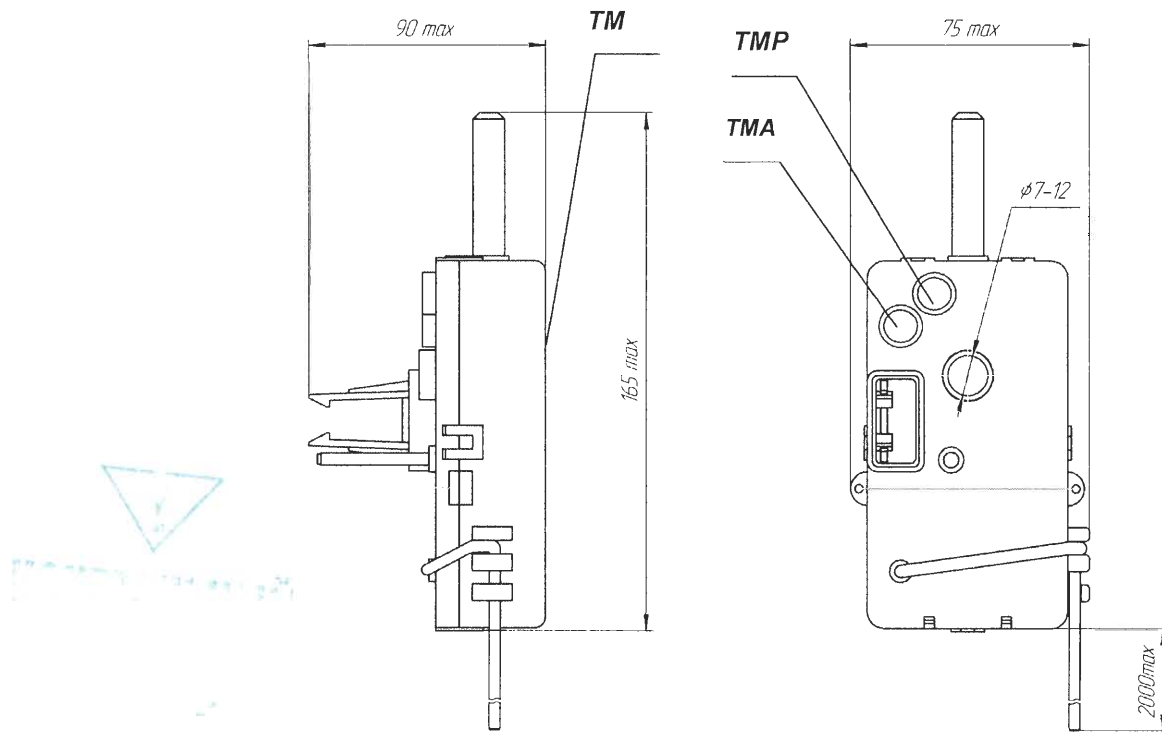

Рисунок 1 - Габаритные, установочные размеры и расположение индикаторов счетчиков
| Габаритные размеры, мм, не более | | см. рисунок 1 |
- мигание индикатора ТМ счетчика (см. рисунок 1) с частотой 1 раз в секунду;